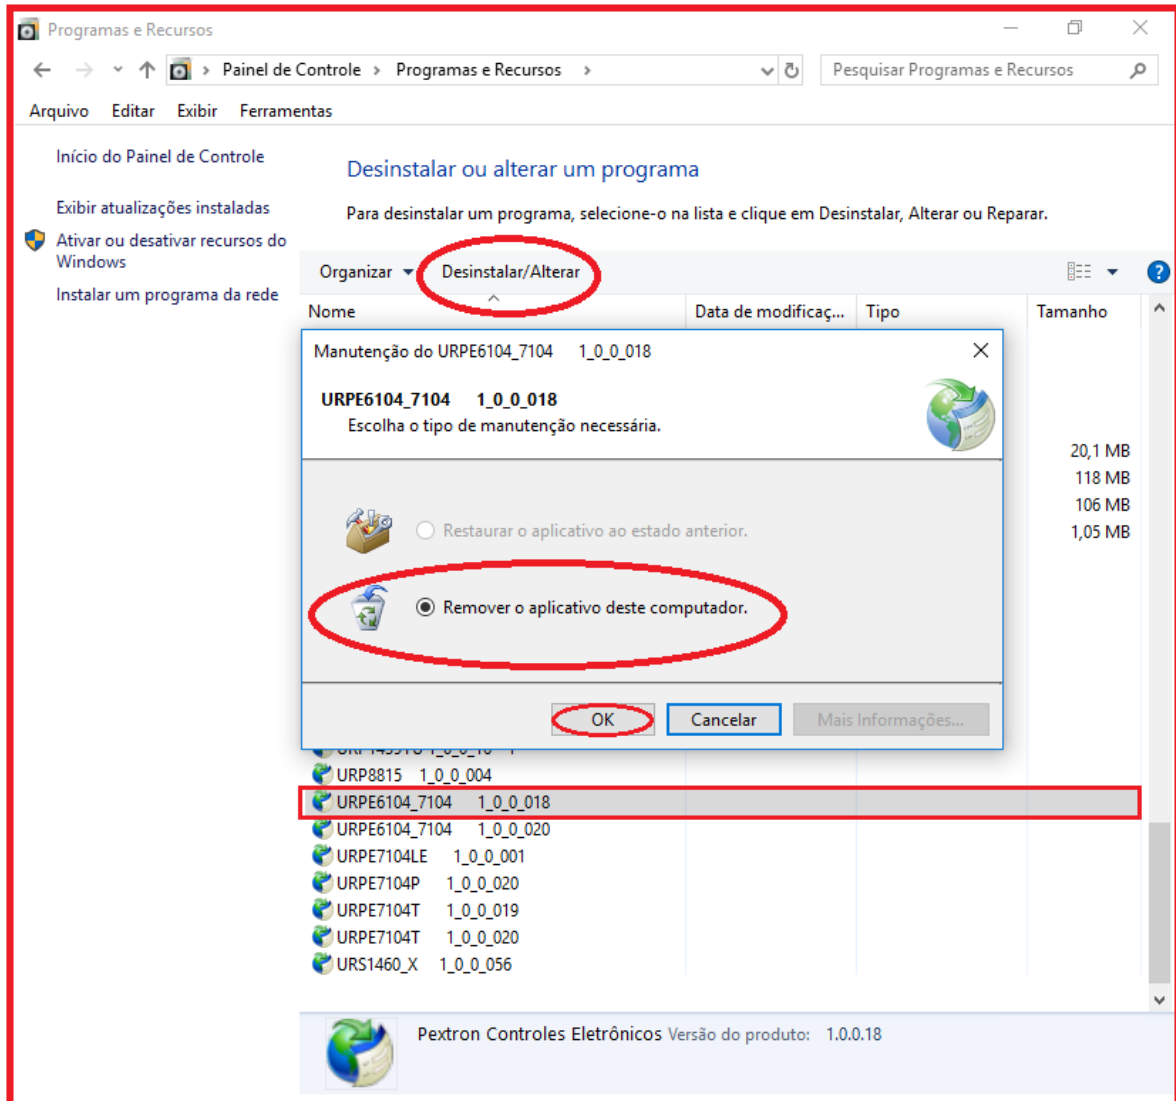

Figura B5: Desinstalação do aplicativo (figura ilustrativa – pode não corresponder com a versão atual).
- Clique em “**Desinstalar ou alterar um programa**” conforme mostra a figura B5;